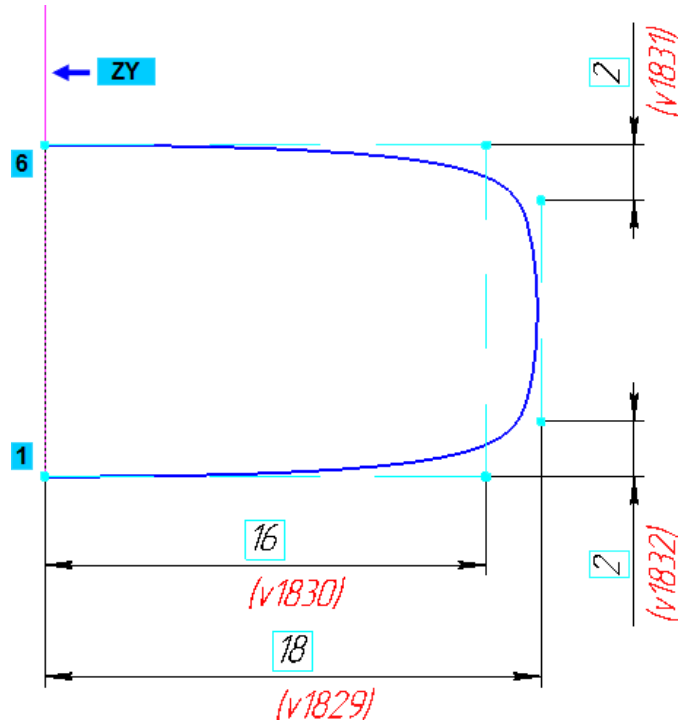

Рисунок 18.
- Проставьте два линейных вертикальных размера (рис. 18).